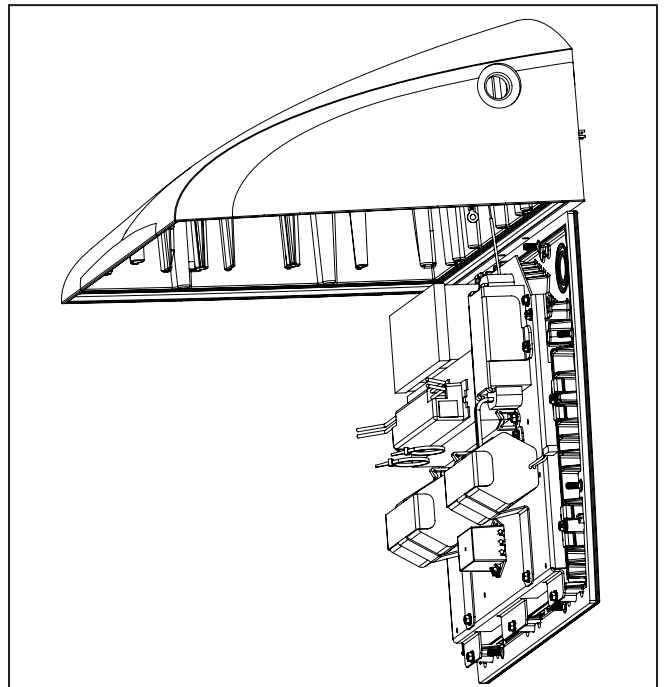

Figura 7
7. Instale la puerta del luminario. Cuelgue la puerta por los dos cables con extremo esférico pasando dichos cables a través de los soportes (Figura 7). Realice la conexión del enchufe del mazo de cables desde la carcasa superior a la puerta.